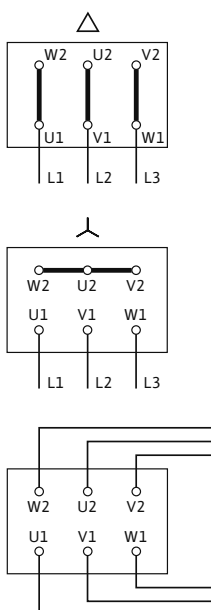

Fig. 17: Подключение к сети
Схема электроподключения находится в крышке клеммной коробки (см. также Fig. 17).
- Подключение к сети зависит от мощности двигателя P_2 , от сетевого напряжения и от типа пуска. Необходимое переключение соединительных перемычек в клеммной коробке можно определить по следующей таблице «Табл. 4. Распределение клемм» на стр. 106 и Fig. 17.